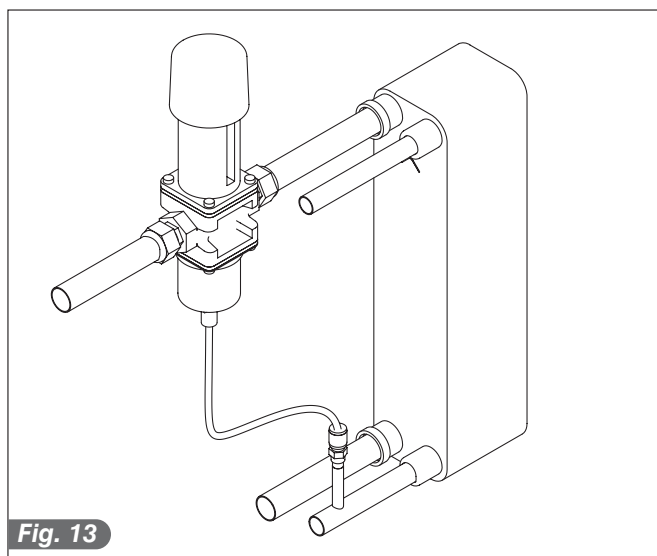

Fig. 13
- Al momento del collaudo (acqua di rete), a macchina ferma con rete idrica pronta, controllare che il tubo di scarico del condensatore non faccia fuoriuscire acqua; in caso contrario regolare la valvola pressostatica fino al completo arresto della fuoriuscita (Fig.13).